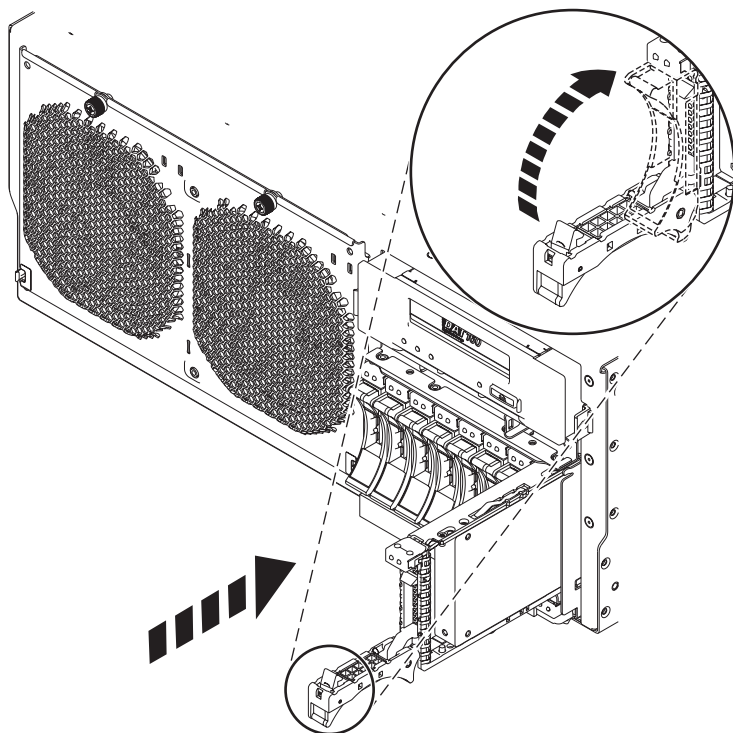

Figura 13. Instal•lació de la unitat de disc al sistema
8. Quan el LED d'identificació es torni sòlid, moveu la unitat fins al fons del sistema o de la unitat d'expansió i empenyeu la nansa de la unitat (A) fins que quedi encaixada, tal com es mostra a Figura 13.